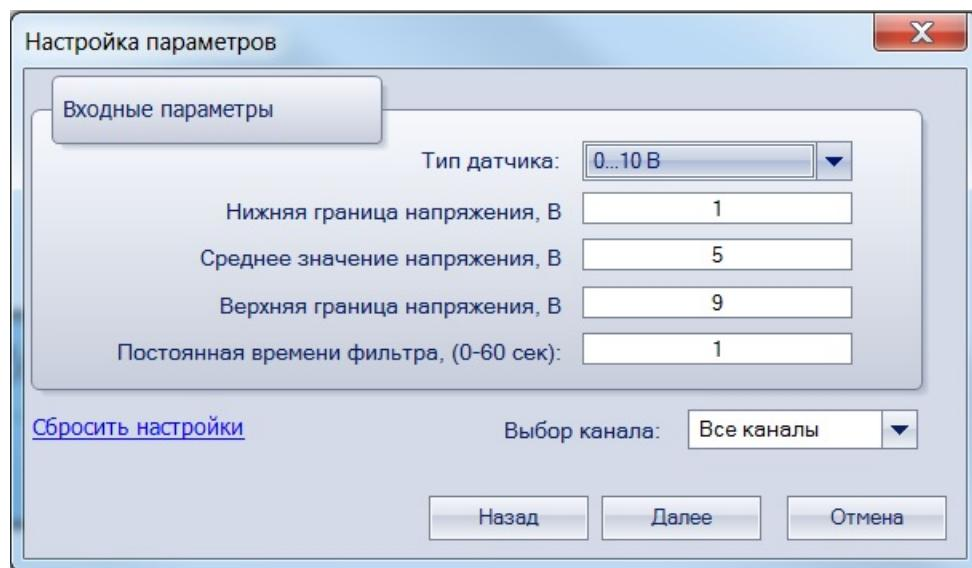

Рисунок 8.5 – Меню настройки параметров
- Далее в окне «Настройка параметров» выбрать значение параметра «Тип датчика» «0...10 В» для юстирования датчика с выходом в виде напряжения или «4...20 мА» для юстирования датчика с выходом в виде тока (см. рисунок 8.5).